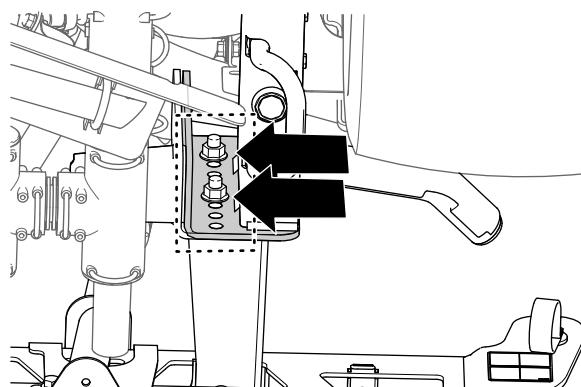

Рисунок 44
3. С помощью отрезка клейкой ленты отметьте отверстия, в которые вставляются 4 болта с фланцевыми головками (1/2 x 1-1/4 дюйма) и 4 фланцевые контргайки (1/2 дюйма), крепящие опорные кронштейны средней секции опрыскивателя к монтажной плате машины (Рисунок 44).